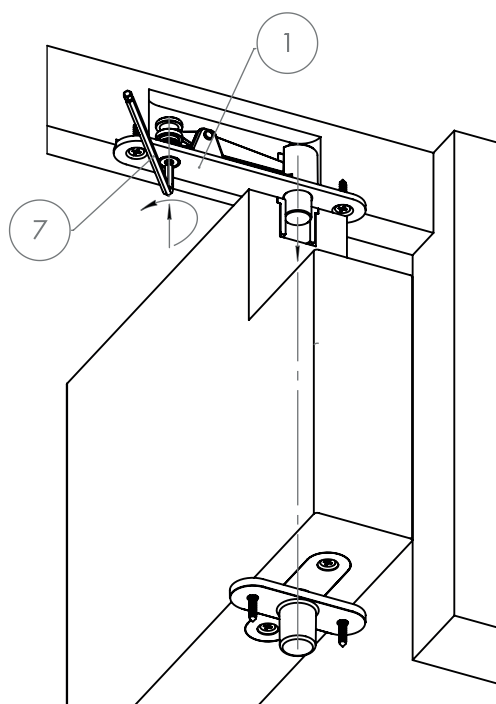

Рисунок 8
Затем при помощи шестигранного ключа ⑦ зафиксировать дверное полотно в проёме, выдвинув штифт (рисунок 8).